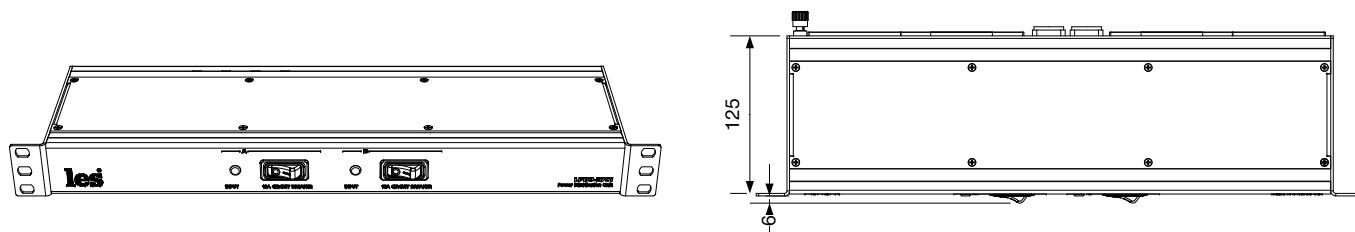

Рисунок 2
Для подключения электропитания на задней панели прибора установлен входной разъём powerCON (Neutrik NAC3MPA-1, рисунок 2). Кабельный разъём (powerCON Neutrik NAC3FCA входит в комплект поставки. Кабель электропитания не предусмотрен в комплектации этого прибора.
3. Подключите потребителей к выходам распределителя питания (рис. 2), используя качественный кабель заводского производства.